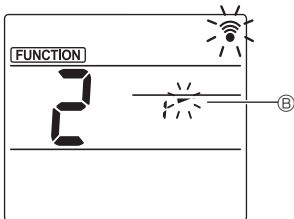

Fig. 3-3
- ③ Réglage de l'angle d'ailette (Fig. 3-3)